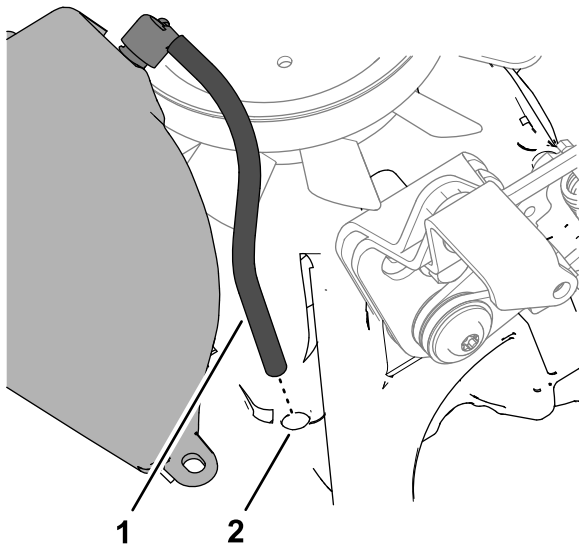

Figura 60
5. Introduzca la manguera de ventilación del depósito de expansión en el orificio de la carcasa principal del transeje (**Figura 60**).